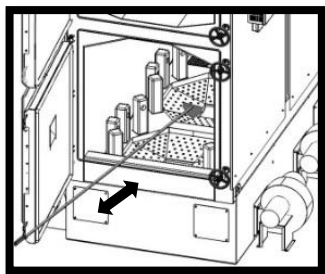

РИС. 50
- Удалить из горелки спёкшиеся комки (рис. 50).